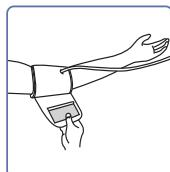

Abb. 4
- Ziehen Sie die Manschette straff, so dass sich der obere und untere Rand eng um Ihren Arm legen (Abb. 4).